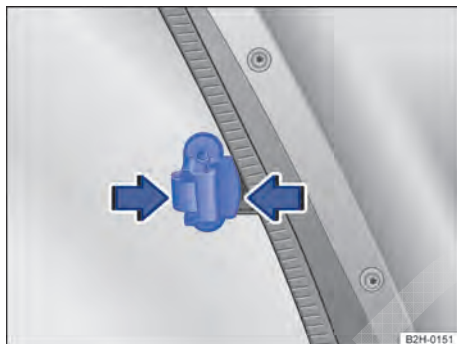

Fig. 34 No painel lateral da capota rguida do compartimento de carga: alua do vidro.
- Comprimir a alua do vidro ⇒ Fig. 34 no sentido da seta.